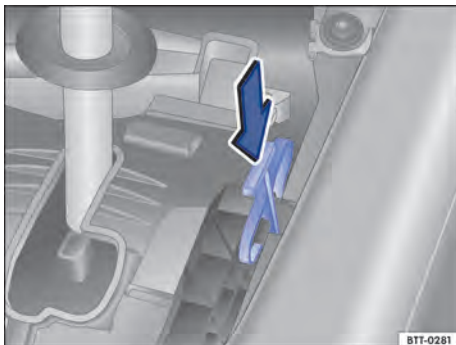

Fig. 224 Destravar emergencialmente o bloqueio da alavanca seletora.
- Com a lâmina plana da chave de fenda das ferramentas de bordo, pressionar cuidadosamente a alavanca de destravamento, no sentido da seta ⇒ Fig. 224, e manter nessa posição.